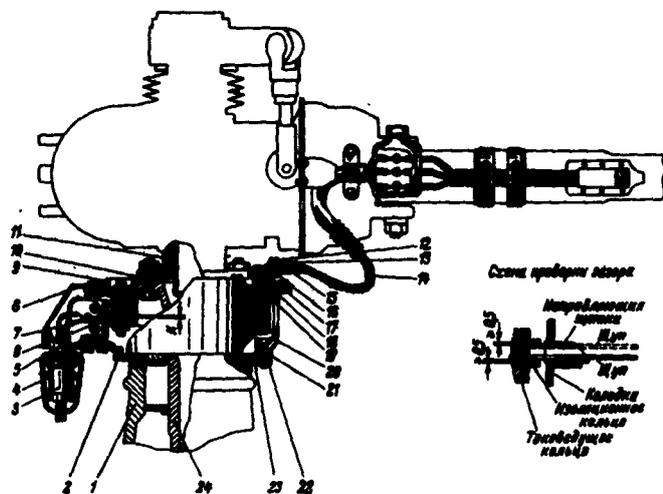

Рис. 124. Установленный токосъемник хвостового винта:
1. Разъединить штепсельный разъем 3 (рис. 124) на токосъемнике, сдвинув предварительно резиновый чехол 4.
12. При монтаже жгута поз.14 (рис.124) следует иметь в виду, что на вертолетах выпуска с 1977г. провода жгута имеют внешнюю защиту в виде кольцевой резиновой фасонной трубки, армированной тканью 500. Этим жгутам (тип 8AT-7421-210) установлен технический ресурс 3000 летных часов в течение 7 лет эксплуатации.
1. Снять крышку 5 токосъемника и вынуть щетки 6 из направляющих 7 щеткодержателя (см. рис. 124).
4. Посадить коллектор 9 токосъемника на вал 24 хвостового редуктора, выдерживая зазор K между щетками и изоляционными кольцами токосъемника с одним щеточным узлом не менее 0,5 мм, с двумя щеточными узлами 1 мм. Зазор устанавливается с помощью подбора толщины регулировочной прокладки 2, устанавливаемой между корпусами токосъемника и фланцем хвостового редуктора. Замер зазора производить специальным щупом согласно схеме на рис. 124. Во время замера зазора проворачивать вал редуктора с коллектором. При этом касание щупа изоляционными прокладками не допускается.